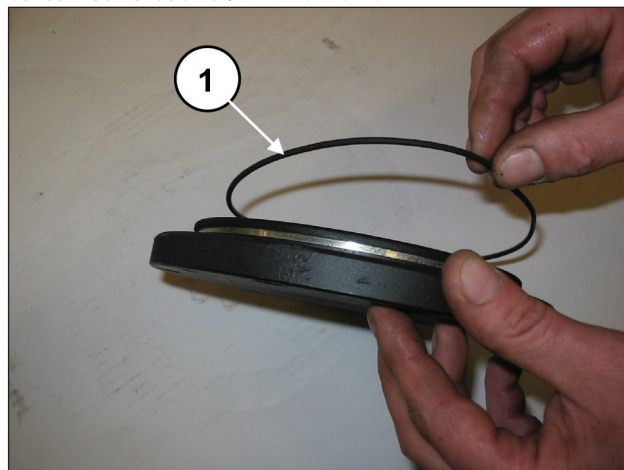
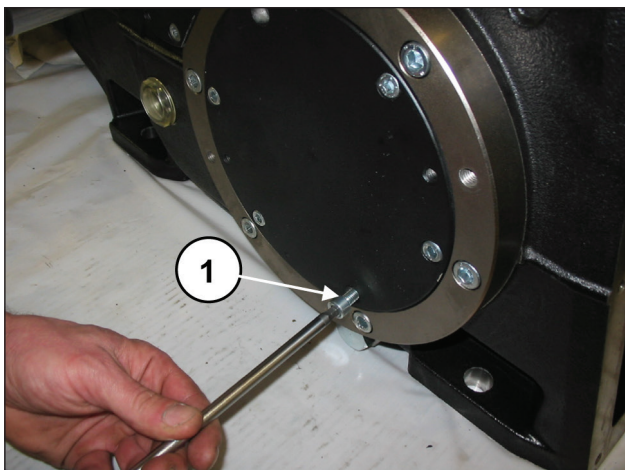

图 90
图 91
安装两个轴承盖 (及相应O形圈) (①，图 90)，可使用 6+6个M8x20螺栓 (①，图 91)。